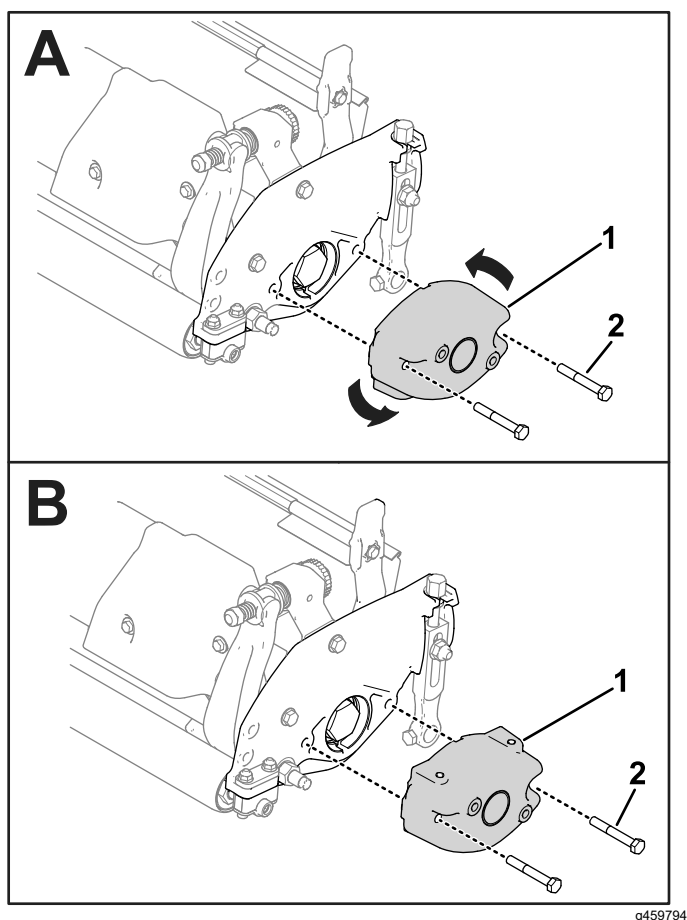

図 59
1. カuttingユニットに取り付けられているカウンタウェイトを一旦取り外し、ねじ穴が上を向くように向きを変えて取り付ける 図 59。